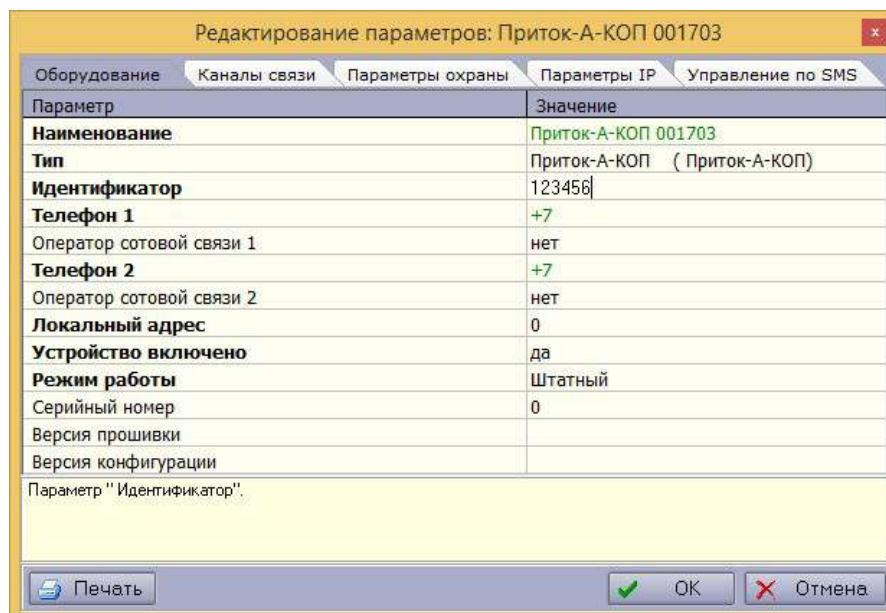

Рисунок 2.3- Конфигурирование прибора в АРМ «Конфигуратор»
- **«Идентификатор»** (рисунок 2.3) – число, совпадающее со значением параметра «Идентификатор прибора на пульте» вкладка «Подключение», установленного в конфигурации прибора (см. п. 2.2.6.3). Обязательный параметр.